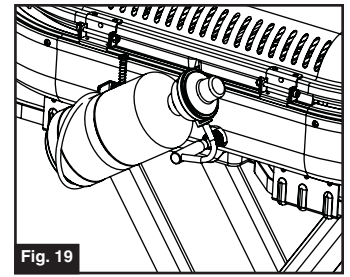

Fig. 19
- Coloque el cilindro en el soporte para el cilindro. (Fig. 19)